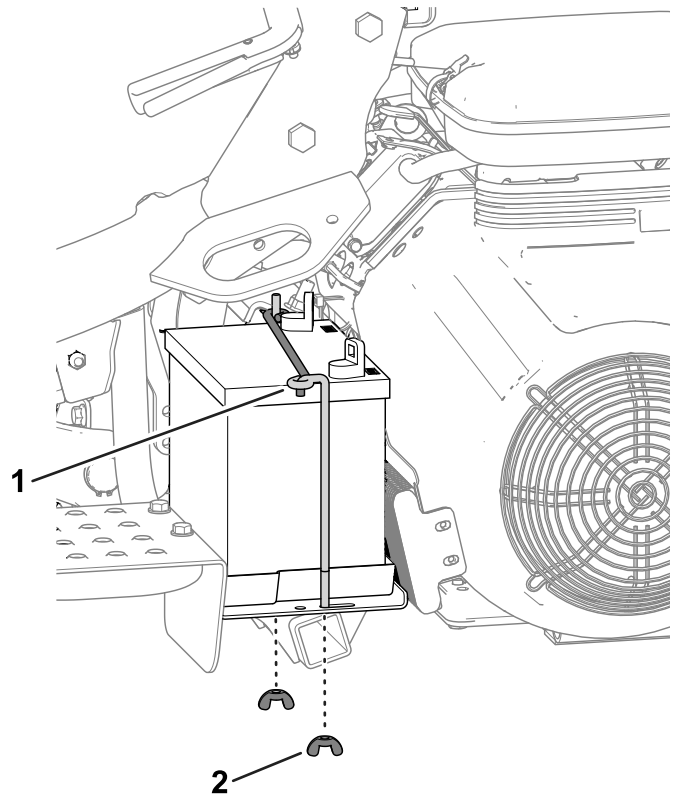

Figura 35
2. Remova as porcas borboleta e hastes que prendem a bateria à plataforma (Figura 35) e retire a bateria.
5. Coloque a bateria na bandeja da bateria e prenda-a com as hastes e fixadores removidos anteriormente (Figura 35).